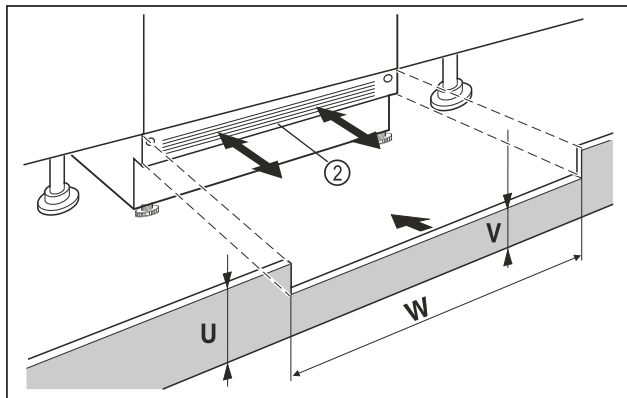

Fig. 91 Exempel
- Sätt på skåpets sockelpanel Fig. 91 (2) men fixera den inte än.
- Om sockelpanelen syns Fig. 91 (2) ska den dras framåt tills ventilationsgallret och möbelsockelpanelen ligger kant i kant.
- Om sockelpanelen är dold Fig. 91 (2) ska den skjutas bakåt så långt det går.
- Se till att ventilationsöppningarna är helt fria: Skär vid behov av möbelsockelpanelens Fig. 91 (U) på höjden!
- Längs nischens bredd passas Fig. 91 (W) stagets höjd Fig. 91 (V) under skåpets sockelpanel Fig. 91 (2) in.